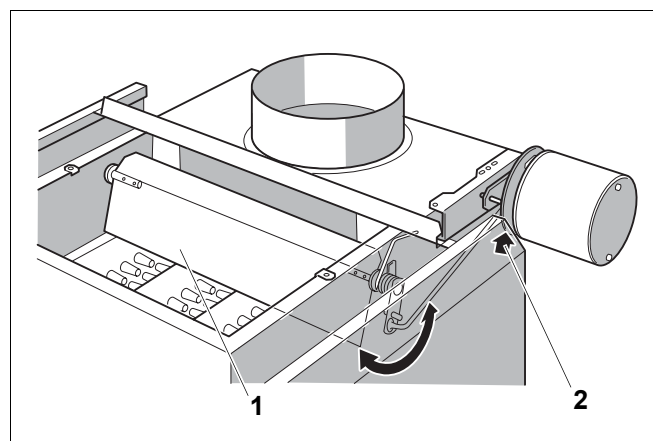

Рис. 35 Проверка запорного клапана дымовых газов (дополнительная комплектация)
- При запросе на покрытие тепловой нагрузки запорный клапан дымовых газов (рис. 35, поз. 1) должен переходить в положение "Открыто". Проконтролируйте это по движению рычажка (рис. 35, поз. 2).